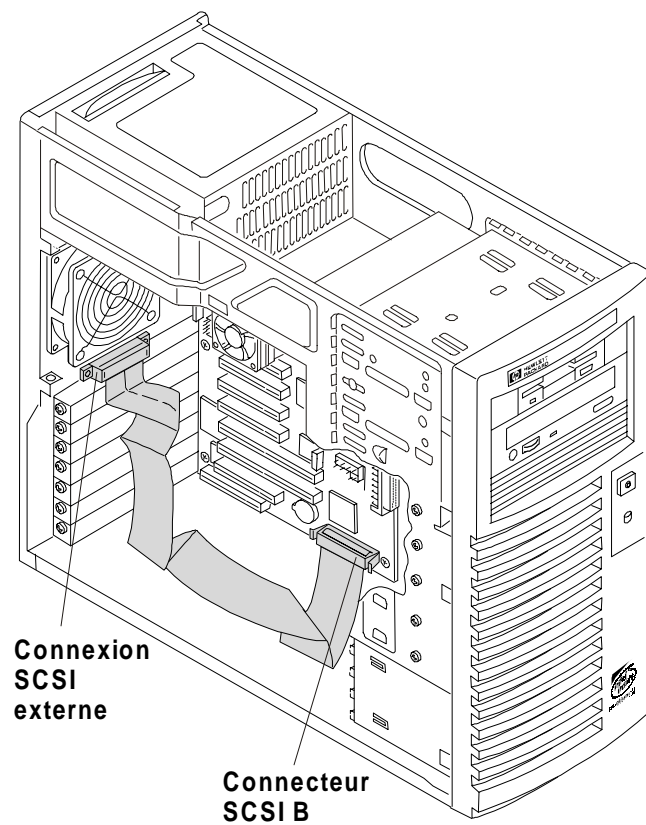

Figure 3-9. Mise en place du câble SCSI interne/externe
3. Étendez le câble à partir du connecteur SCSI (canal B), le long du bord inférieur du châssis vers l'arrière de celui-ci. Reportez-vous à la figure 3-9.